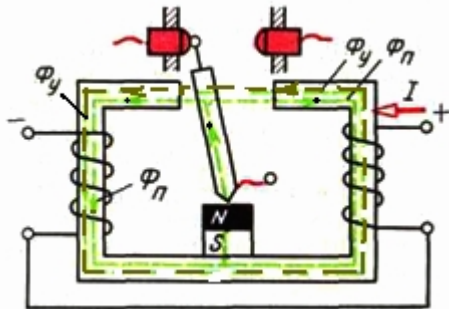

Рис.2 Схема поляризованного реле.
2. Зарисуйте рис.2 с нанесением элементов, из которых он состоит и опишите работу реле.